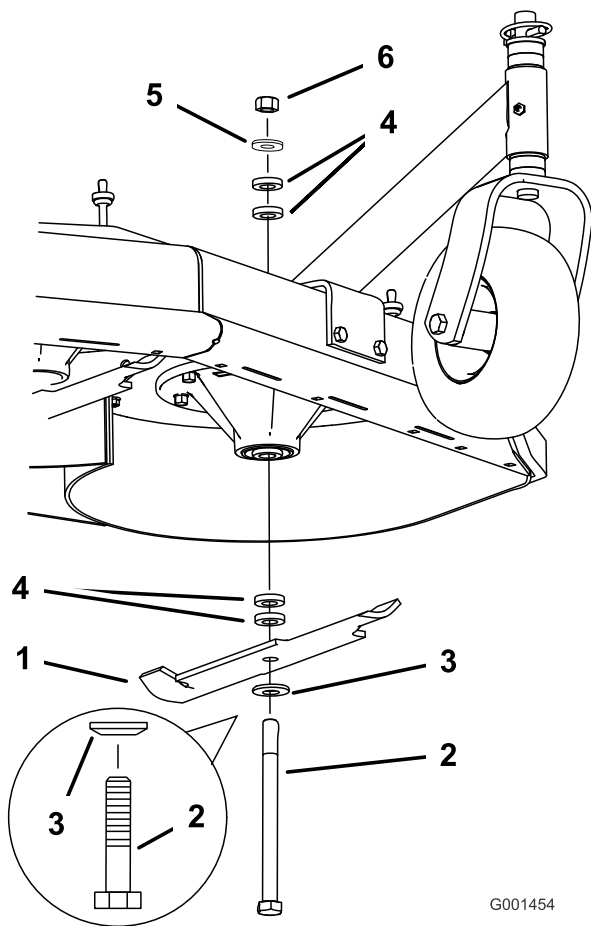

Figura 15
3. Sujete el perno de la cuchilla y retire la tuerca. Deslice el perno por el eje, y cambie los espaciadores según sea necesario (Figura 15).
4. Instale el perno, la arandela curva y la cuchilla, añada espaciadores adicionales, y sujete todo con una arandela fina y una tuerca (Figura 15).